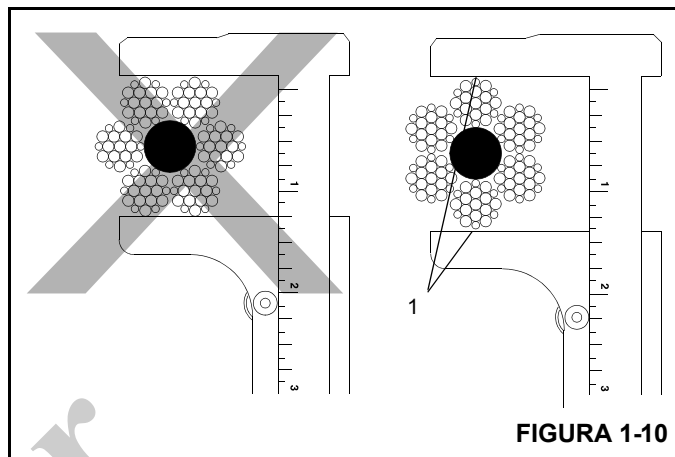

FIGURA 1-10
- Mida el diámetro del cable entre las coronas (1) de las trenzas para determinar si el cable se ha dañado (Figura 1-10).